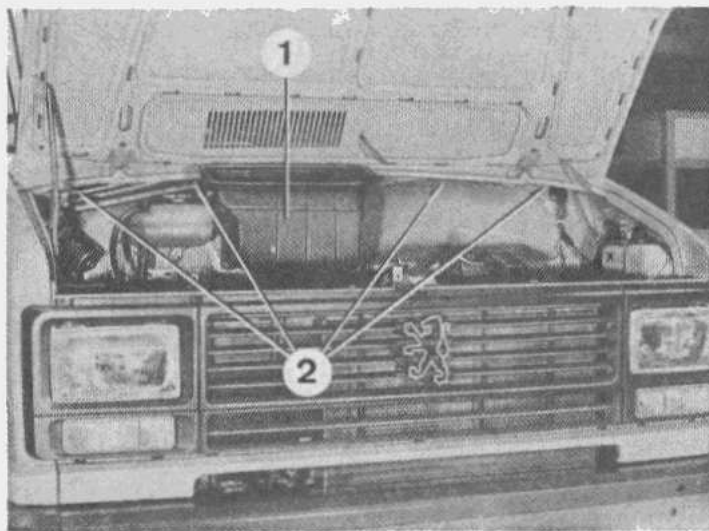

FIG. 1
- Dans le compartiment moteur, désaccoupler le câble de commande de départ à froid sur le carburateur, déposer le collecteur d'air (1) et les vis de fixation supérieure (2) de la planche de bord au tablier (fig. 1).